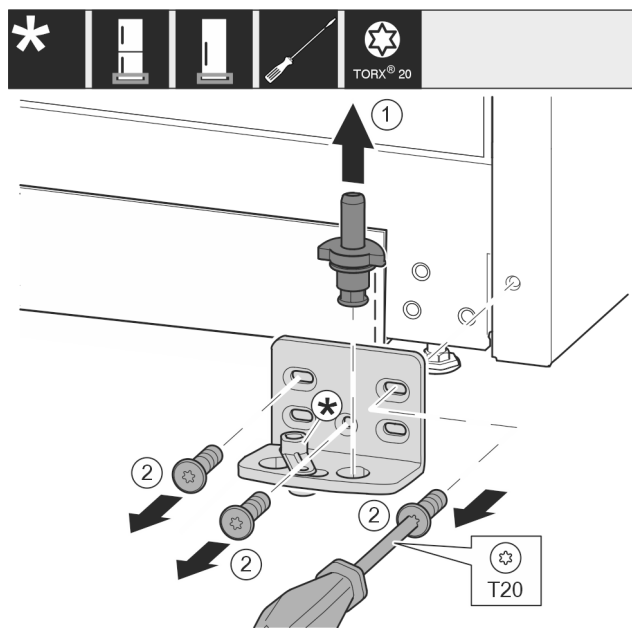

Fig. 12
- Ložiskový čep Fig. 12 (1) celý vytáhněte nahoru.
- Šroubovákem vyšroubujte šrouby Fig. 12 (2) a sejměte stojan ložiska.